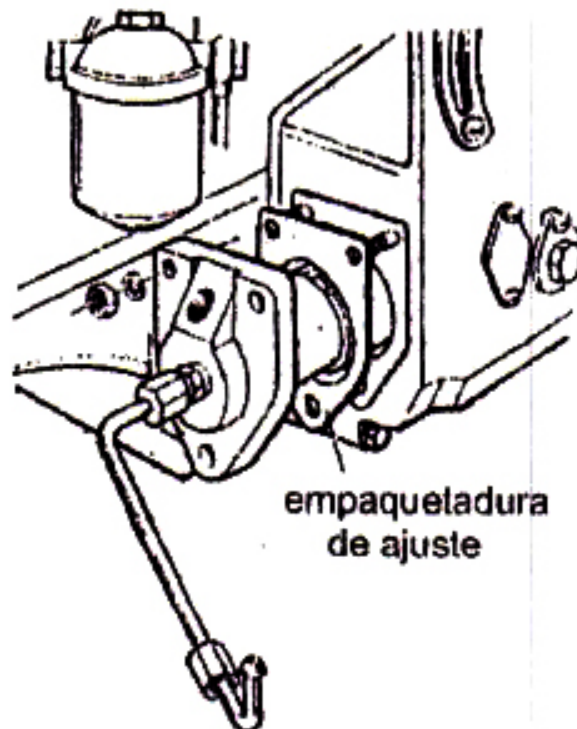

Figura 8. Ajuste del ángulo de avance de alimentación de combustible, aumentando o reduciendo el espesor de la empaquetadura.
- Generalmente, cuando se aumenta o reduce 0.2 mm el espesor de la empaquetadura, el ángulo se retrasa o adelanta alrededor de 3°, ver figura 8.